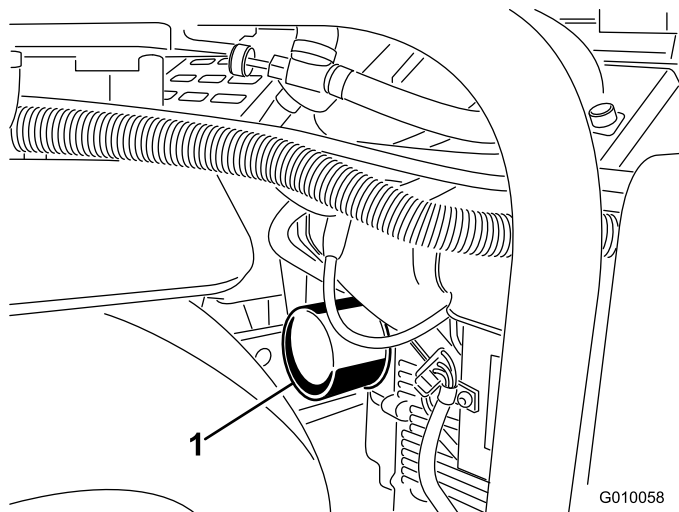
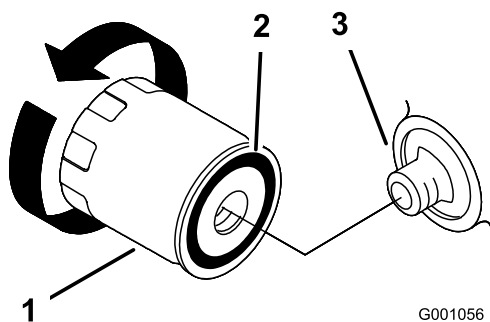

Figura 48
Figura 49
6. Coloque un recipiente poco hondo o un paño debajo del filtro para recoger el aceite (Figura 48).
7. Retire el filtro usado (Figura 48 y Figura 49) y limpie con un paño la superficie de la junta del adaptador del filtro.